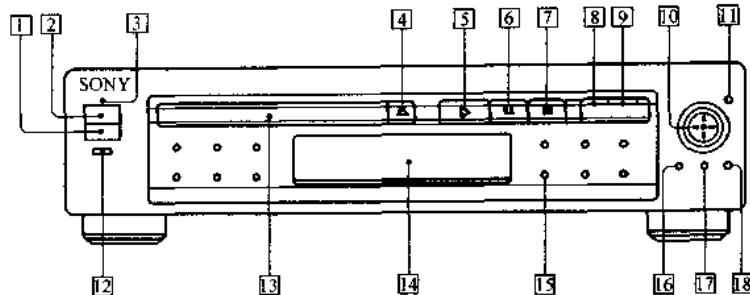
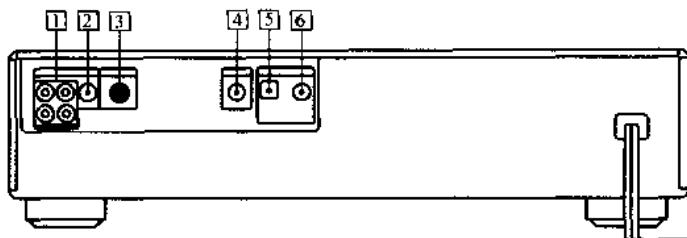

图 1-1 前面控制板的各个控制部位
图 1-2 后面控制板的各个控制部位
前面控制板的各个控制部位如图 1-1 所示，后面控制板的各个控制部位如图 1-2 所示。
在图 1-1 中，前面控制板的各个控制部位的名称分别如下所述：①——遥控传感器；②——电源开关；③——接通/待机按钮；④——光碟托盘弹出/关闭按钮；⑤——播放按钮；⑥——暂停按钮；⑦——停止按钮；⑧——往后跳越按钮；⑨——向前跳越按钮；⑩—— $\leftarrow/\uparrow/\downarrow/\rightarrow$ 移动按钮；⑪——进入按钮；⑫——目录菜单按钮；⑬——光碟托盘；⑭——前面板显示；⑮——显示按钮；⑯——主标题按钮；⑰——DVD 目录按钮；⑱——返回（确认）按钮。
在图 1-2 中，后面控制板的各个控制部位的名称分别如下所述：①——线输出（音频 1 和 2）接口；②——线输出（视频）接口；③——S 视频（Video）输出接口；④——S 连接（Link）接口；⑤——数字输出（光学）接口；⑥——数字输出（同轴电缆）接口。